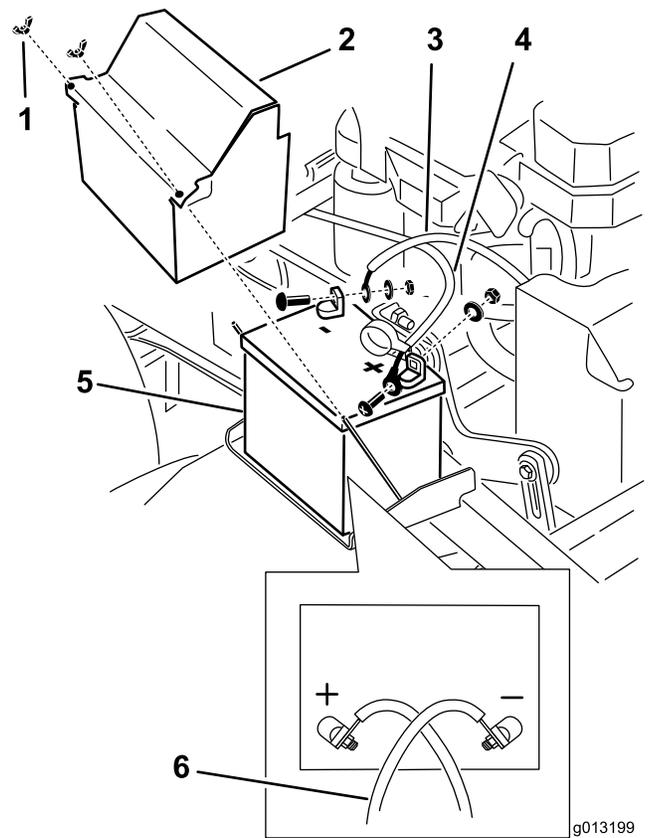

図 51
3. バッテリーのマイナス（-）端子からマイナスバッテリー・ケーブルを外す（図 51）。
4. プラス端子（赤）についている赤いゴムカバーを取り外す。そして、赤いプラス（+）ケーブルを取り外す（図 51）。
5. バッテリー押さえプレートを外し（図 51）、バッテリーを取り出す。
1. バッテリーを車体に載せる（図 51）。
3. まず、バッテリーのプラス（赤）ケーブルをプラス（+）端子に、ナットとワッシャとボルトを使って取り付ける（図 51）。ゴムカバーをかぶせる。
4. 次に、バッテリーのマイナスケーブルとアースワイヤを、マイナス（-）端子に、ナットとワッシャとボルトを使って取り付ける（図 51）。
注 バッテリーケーブルが互いに交差する配置となるのが正しい接続である（図 51）。